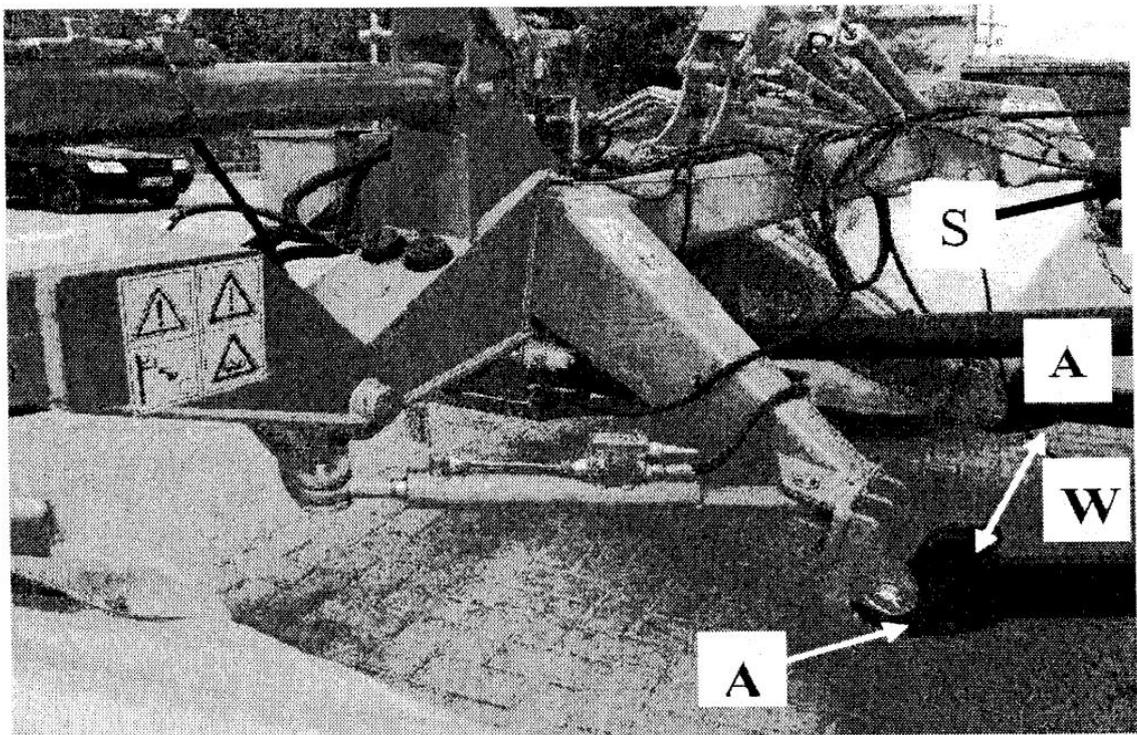
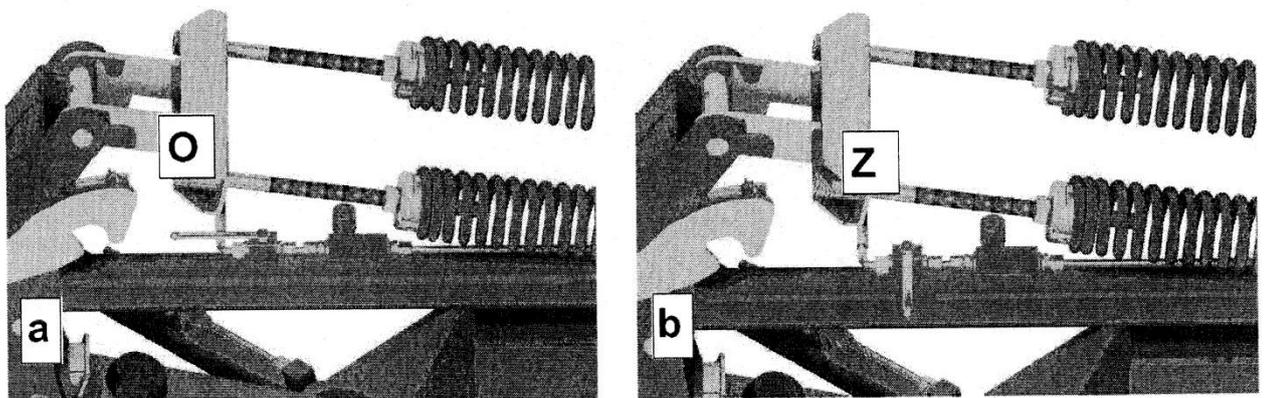

Рис.21 Присоединение косилки к трактору
Рис. 24 Затвор сервомотора в положении: а) открытом (работа),
Косилку следует подключить к трактору с помощью 3-точечной системы подвески, как показано на рис.21. Регулировать нужно таким образом, чтобы лыжа была в позиции равной с основой. После этого на ровном основании нужно отрегулировать установку с помощью верхнего переключателя S и держателей W нижней тяги трактора (рис. 21) Держатели W нижней тяги трактора поместить на шкворнях A (рис.21) рамы подвески косилки. Цепь L поместить на шкворне верхнего прикрепления включателя с целью предохранить косилку от слишком низкого положения держателей W.
- поднять опорные стойки S и заблокировать их пальцем (Рис. 21)
- Открыть запорный гидравлический кран гидросистемы (рис. 24а)
- Высота среза регулируется центральной тягой S (рис. 21). При удлинении тяги S, увеличивается высота среза, при уменьшении ее длины - уменьшается высота среза.
Отработанные или поврежденные ножи следует заменить новыми, как указано на рис. 21. Ножи заменять парами для сохранения центровки диска. Заменяя ножи, тщательно проверьте стержень держателя ножа. Если он изношен более, чем это указано на рис. 24, необходимо заменить стержни держателей или оба держатели.